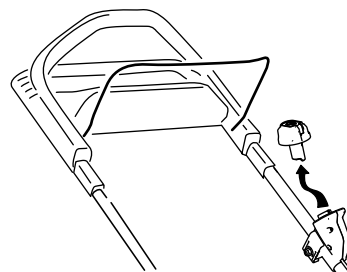

Рисунок 20
1. Извлеките кнопку электрического стартера (Рисунок 20).